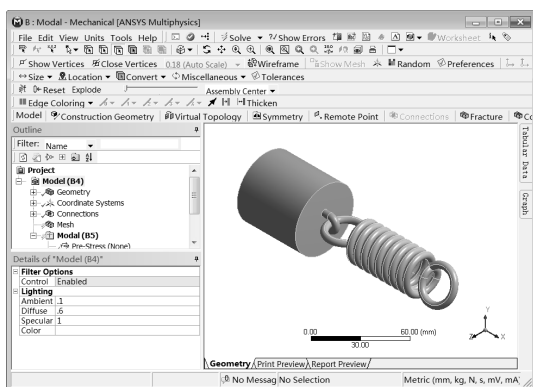

图 9-55 Mechanical 界面
Step1: 双击项目 B 中的 B4 (Model) 选项, 此时会出现 Mechanical 界面, 如图 9-55 所示。